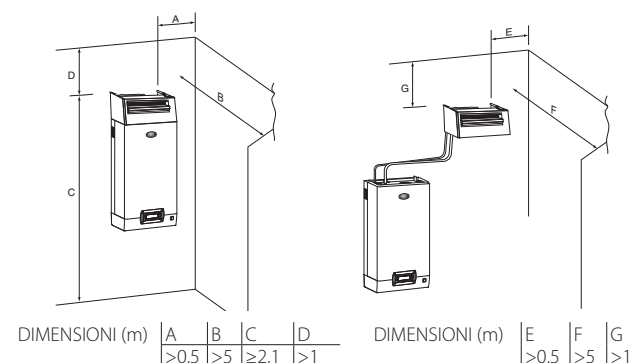

Fig. 3.c
2. El soporte de fijación en forma de "L" (ver pieza 1 Fig. 3.c) se suministra con los modelos de distribuidor de vapor de DP085* a DP205*. Para longitudes inferiores, se puede suministrar el soporte como opción (cód. 18C478A088).
Atención: Para conseguir una correcta difusión del vapor, respete las distancias indicadas en la fig. 3.c.